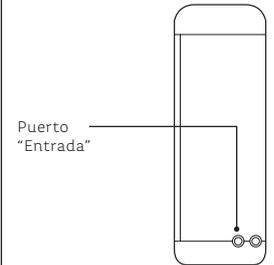

Figura 11.
6. Ubica el puerto "Entrada" de agua detrás del Purificador. Específicamente el que se encuentra del lado izquierdo (ver Figura 11).